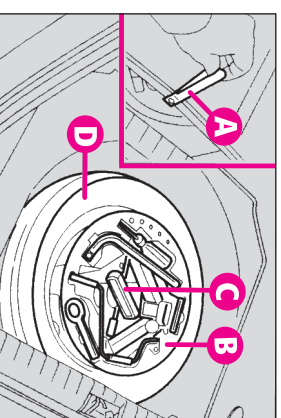

fig. 50
- îndepărtați capacul (A sau B-fig.50),
-fixați garnitura (A sau B-fig. 50)
--închideți capacul (B-fig. 50).